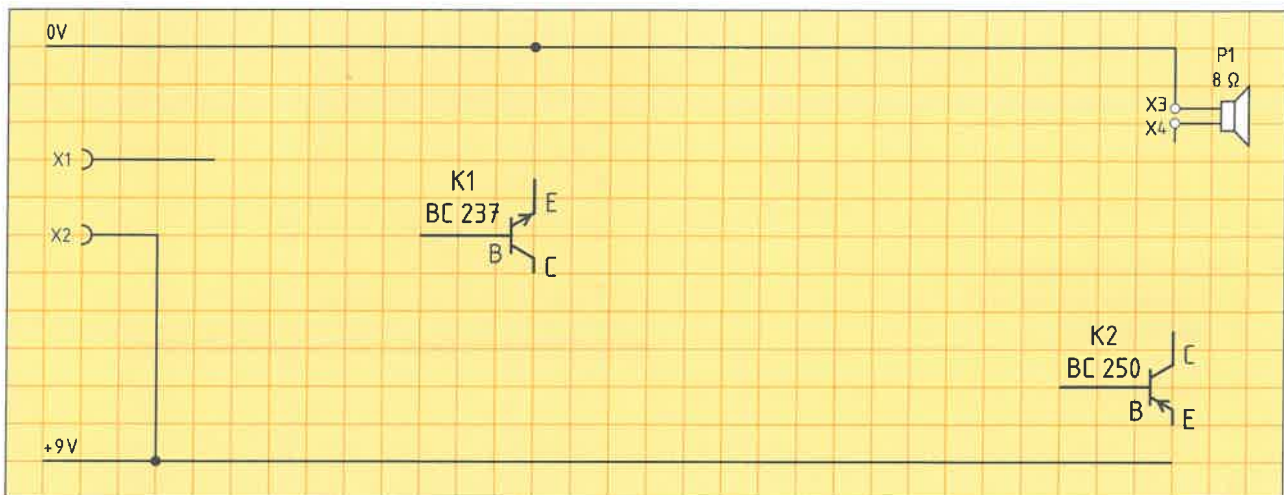
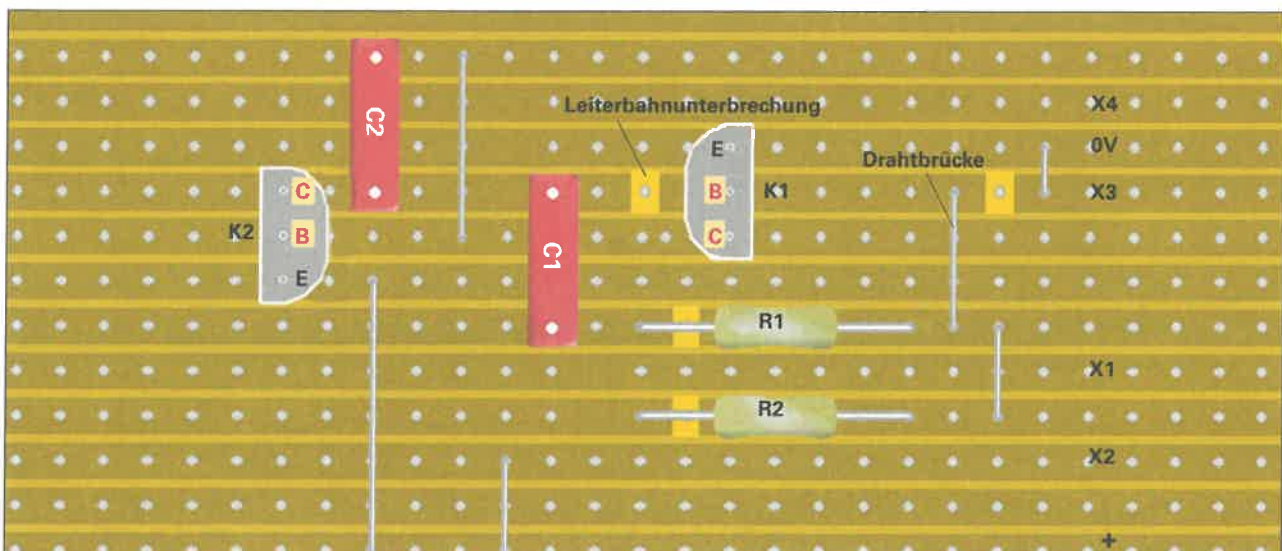

Bild 2: Stromlaufplan eines elektronischen Durchgangsprüfers
Bild 3: Bestückungsplan für Platine (Bauteile)
7. Einfache elektronische Schaltungen können auch mithilfe von Streifenrasterplatinen (Bild 3), welche waagerechte Leiterbahnen haben, aufgebaut werden. Um Leiterbahnen untereinander zu verbinden, sind senkrechte Drahtbrücken notwendig. Der Bestückungsplan der Streifenrasterplatine des elektronischen Durchgangsprüfers nach Bild 2 ist fehlerhaft. Es fehlen zwei Drahtbrücken. Ergänzen Sie die Bezeichnungen für die Transistoranschlüsse an K1 und K2 und zeichnen Sie dann die fehlenden Drahtbrücken ein.